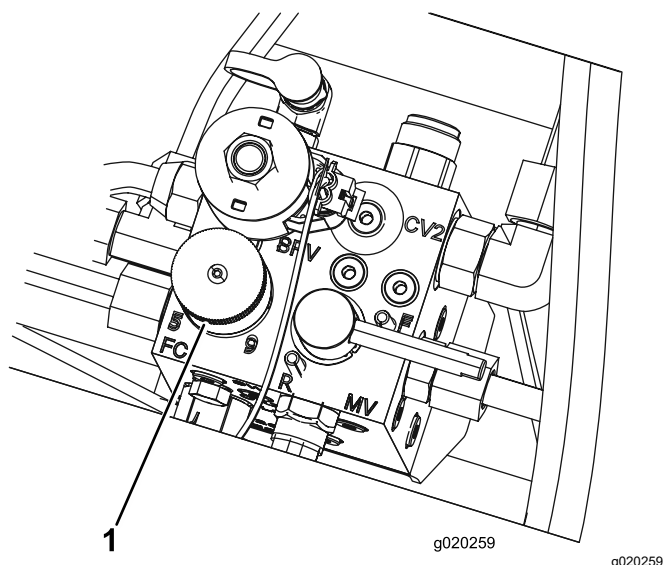

Figura 43
5. Rode o botão (Figura 43) do coletor do cortador de relva até que a seta indicadora esteja alinhada com o número de velocidade do cilindro que determinou no passo 3.